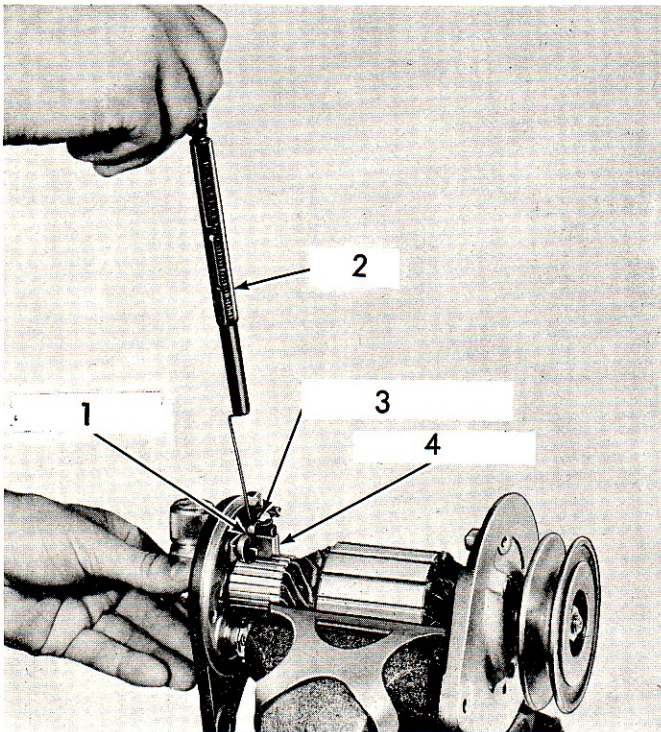

Fig. 15.
3. Vérifier la tension des ressorts de balai en se référant aux figures 15 et 16. Monter le palier collecteur et laisser reposer les balais sur le collecteur. Tirer d'équerre sur le dynamomètre. Pour les dynamos de 22 ampères, placer le crochet du dynamomètre sous le levier porte-balai et aussi près que possible du balai. Remplacer les ressorts de balai si la tension est inférieure aux valeurs spécifiées page 70.
1. Retirer les vis de borne et les rondelles frein. Voir Fig. 15.